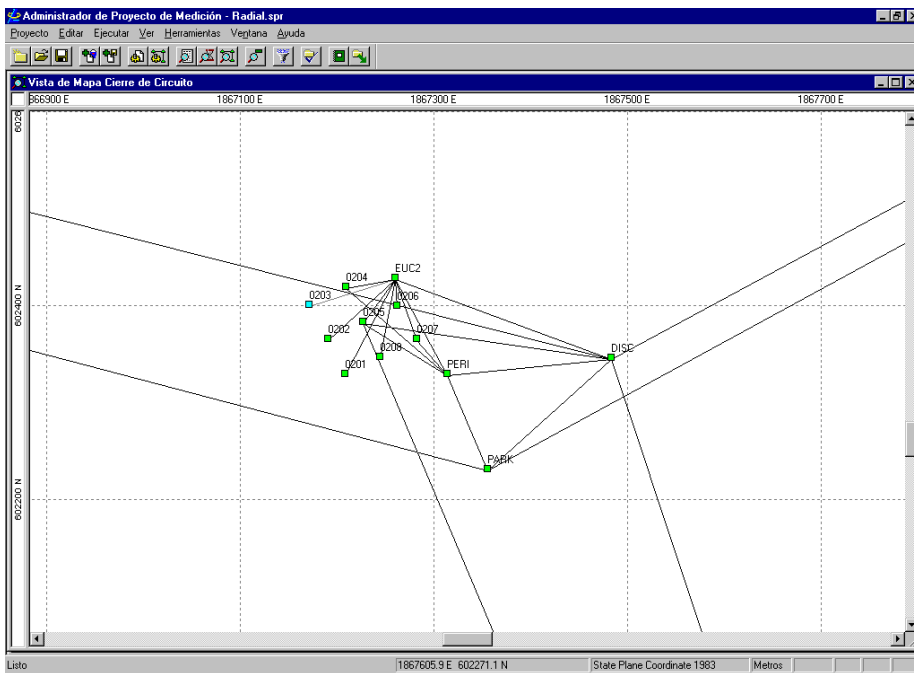

Figura 14.19. Acercamiento en Vista de Mapa
2. Maximice la ventana **Vista de Mapa** y acerque la imagen alrededor de la parte central como se muestra en Figura 14.19.
4. Seleccione el vector entre **DISC** y **J886**. J886 está fuera del borde de la Figura 14.19.